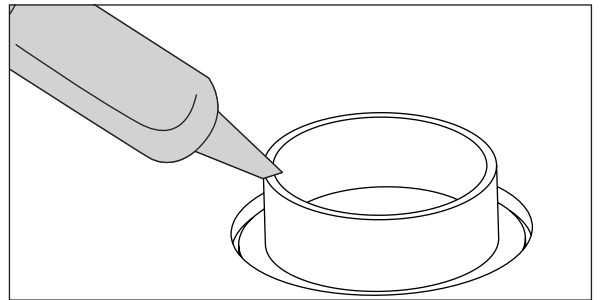

FIG 2 Aplica adhesivo de construcción en todas las patas.
- 3 Aplica adhesivo de construcción en todas las patas e instala la base en el nicho (Fig. 2).